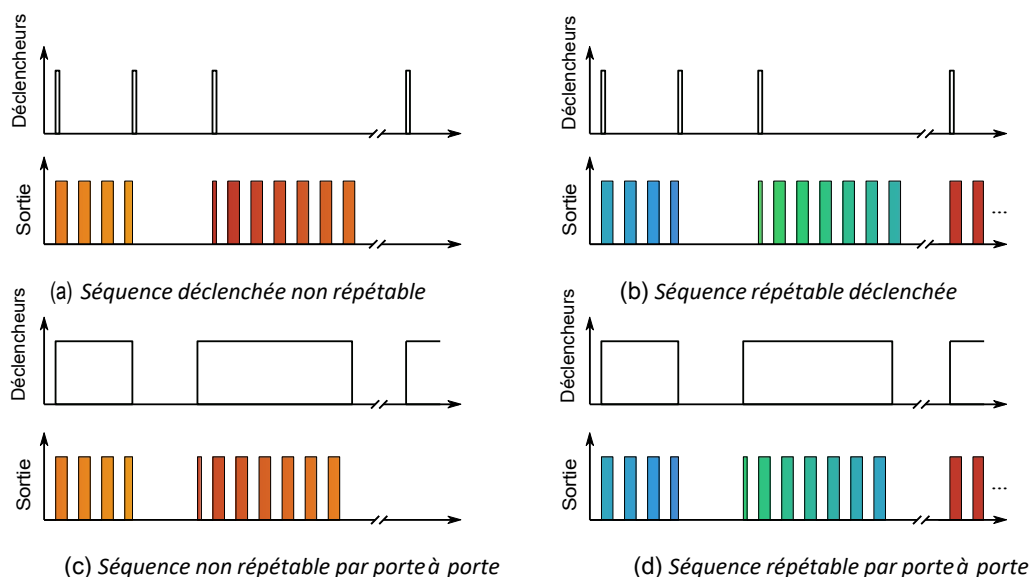

Figure 4.9 : Mode Pause Séquence
- **Pause** : Ce mode active la séquence de canaux lorsqu'un front montant supérieur à 3,3 V est détecté sur l'entrée BNC (Fig. 4.9). Les impulsions d'entrée suivantes (en cas de *déclenchement*, Fig. 4.9a) ou le front descendant (en cas de *déclenchement*, Fig. 4.9c) mettent la séquence en pause et la séquence se poursuit lorsque le front montant suivant est reçu. Lorsque la case **Séquence répétable** est cochée, la séquence redémarre à l'arrivée de la première impulsion d'entrée après la fin de la séquence (Fig. 4.9b et 4.9d).